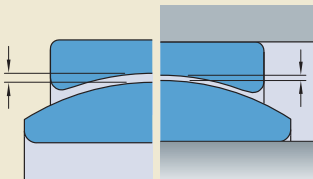

Bild 3
- Der Innenring lockert sich (→ **Bild 3**).